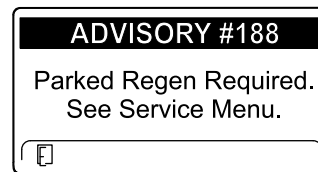

Bild 50
- Eine geparkte Regenerierung ist erforderlich, ADVISORY #188 (Bild 50)